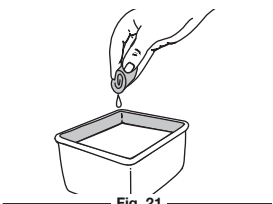

Fig. 21
3. Lavez le filtre dans un mélange d'eau et de détergent (Fig. 21). Rincez le filtre abondamment et laissez-le sécher.